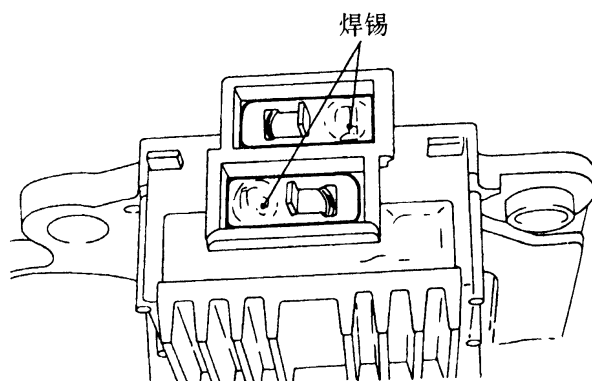

图 9-48
②如焊开电刷导线的焊点，电刷就会脱出。
③安装新电刷时，要按图 9-48 所示，把电刷推入电刷座后将导线焊牢。